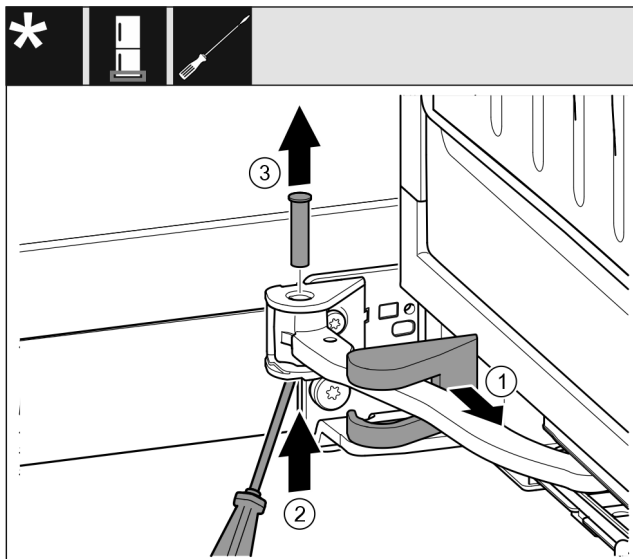

Fig. 15
- Hiqni kapakun mbulues të bazamentit mbështetës dhe zhvendoseni përgjatë krahut të menteshës. Fig. 15 (1)
- Ngrini lart bulonin me gisht ose me një kaçavidë nga poshtë. Fig. 15 (2)
- Futni kaçavidën poshtë kokës së bulonit dhe nxirreni jashtë. Fig. 15 (3)